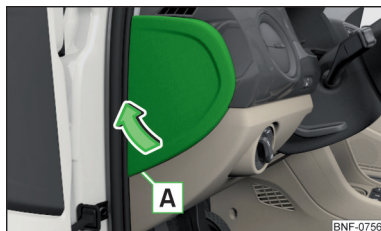

Fig. 167
- Før en skruetrækker ind i udskæringen  i afdækningen » Fig. 167.